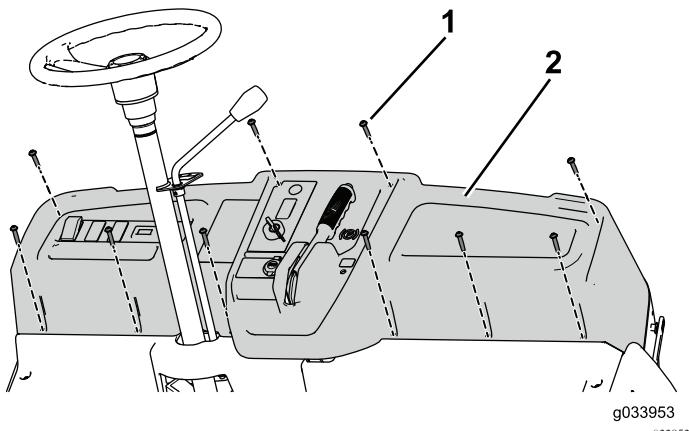

Bild 12
6. Entfernen Sie die zehn Schrauben ( $\frac{1}{4}$ " x  $1\frac{1}{4}$ "), um das Armaturenbrett teilweise abzunehmen, und bewahren Sie diese auf. Schließen Sie dann die Feststellbremse, Gasbedienung und die Schaltzüge ab (Bild 12).